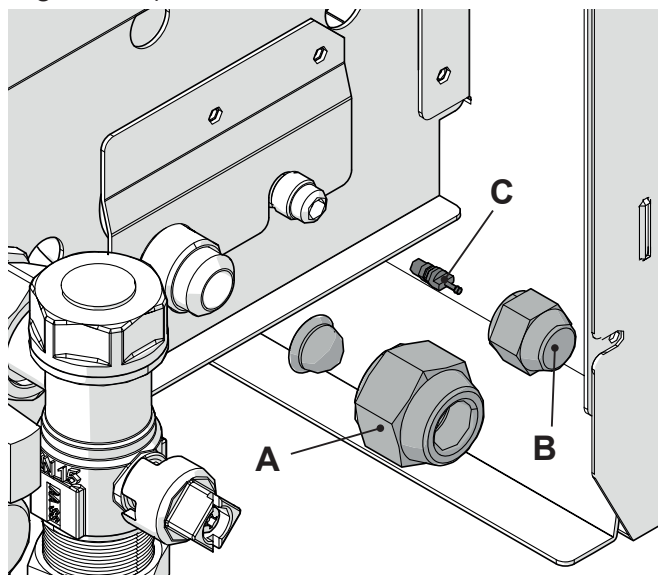

Figura 9.7
**Il circuito gas è caricato ad azoto a una pressione di 5 bar. Allentare leggermente il dado (A) per permettere la fuoriuscita del gas.**
- Togliere i tappi di protezione (A e B) (Figura 9.7).
- Togliere la valvola di non ritorno (C) posta sulla linea refrigerante liquido.
- Fissare o saldare i tronchetti di tubo cartellati rispettivamente a  $\varnothing$  1/2" Linea refrigerante gas e  $\varnothing$  1/4" Linea refrigerante liquido (Figura 9.7).